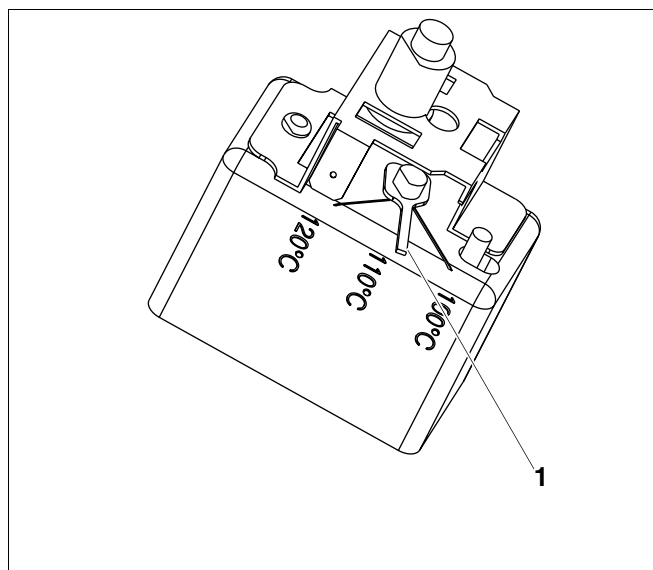

Fig. 4 Variante B
### 2.2.2 Fig. 4 Variante B
- Posizionare la leva di taratura (fig. 4, **pos. 1**) sul valore desiderato di temperatura.